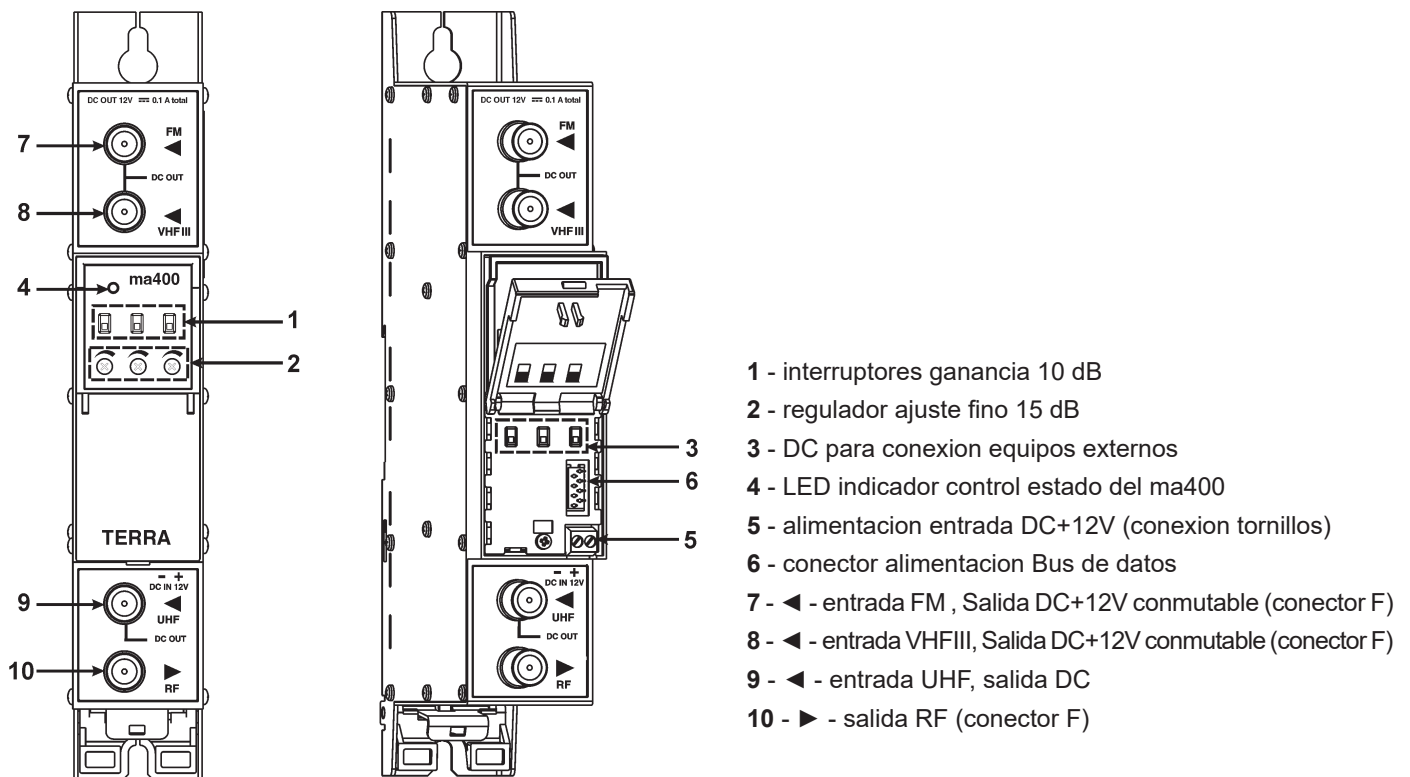

Figura 1. Vista externa del amplificador
Gire los trimmer en el sentido de las agujas del reloj, con el destornillador de plástico suministrado, para aumentar la ganancia para cada sub-banda (figura 1, pos. 2).